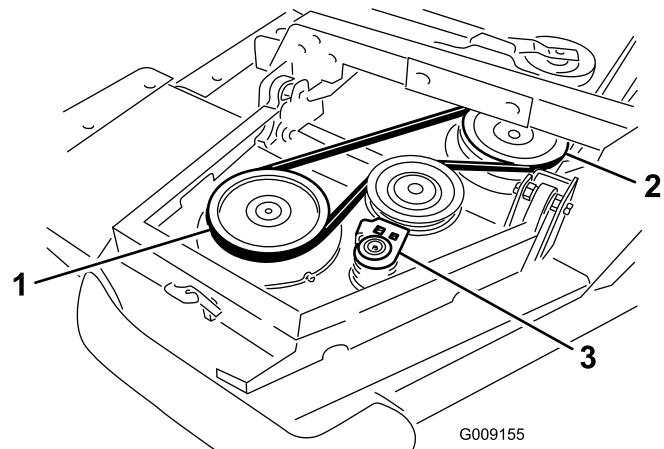

Figure 5
A. Commencez par chausser la courroie autour de la poulie d'axe du plateau d'extrémité et de la poulie d'axe du plateau avant (**Figure 5**).
B. À l'aide d'une clé à cliquet ou d'un outil similaire, éloignez la poulie de tension des autres poulies (**Figure 5**).